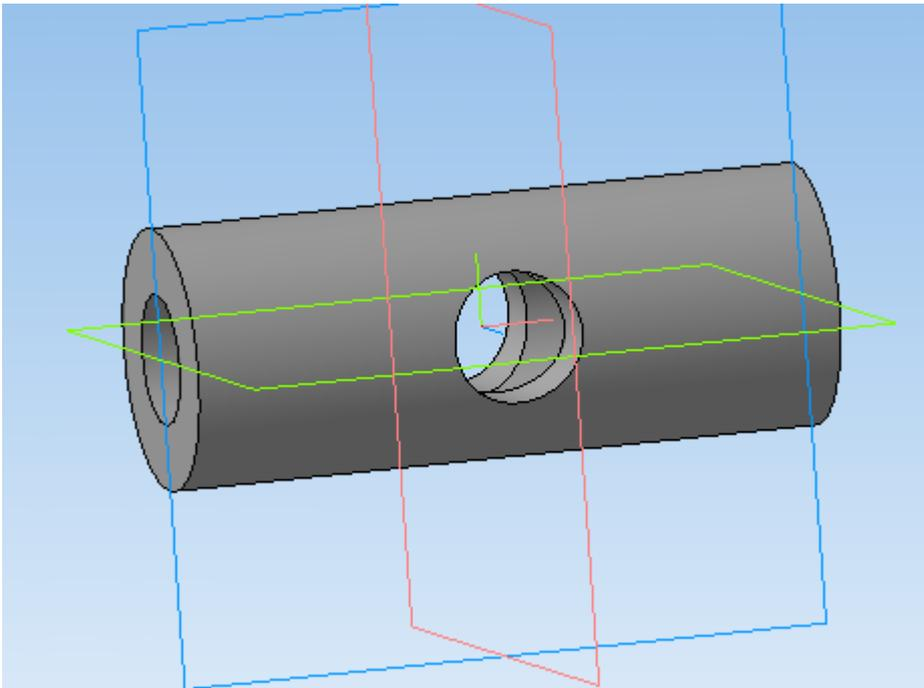

Рис. 22
19. У Вас должно получиться следующее (рис. 22)